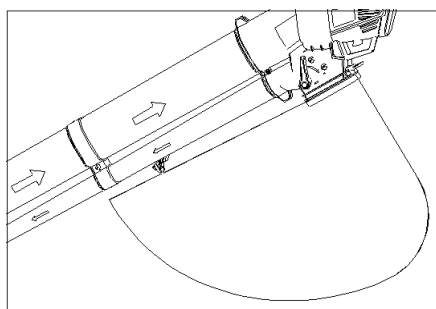
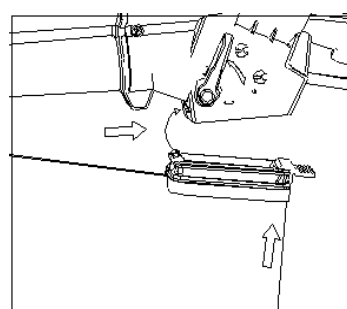

Fig. 7
Fig. 8
3. Mise en place du sac de collecte des débris (Fig.7 et Fig. 8)
Maintenez le crochet du sac de collecte sur le tube (voir Fig. 7), puis positionnez le support du sac de collecte des débris pour insérer le tube courbe (voir Fig. 8)
Sélectionnez la fonction souffleur avec le levier sélecteur situé sur le côté de la machine (fig. 7), puis mettez-le en marche. Faites reposer l'appareil sur ses roulettes et déplacez-le vers l'avant en dirigeant l'extrémité de son tube vers les débris à enlever.
sélecteur situé sur le côté de la machine (Fig. 7), puis mettez-la en marche. Faites reposer l'appareil sur ses roulettes et déplacez-le vers l'avant en dirigeant l'extrémité de son tube vers les débris à aspirer. Vous pouvez également maintenir l'extrémité du tube juste au-dessus du sol et la balancer d'un côté à l'autre tout en avançant et en la dirigeant vers les débris à aspirer. N'enfoncez pas l'extrémité du tube dans des débris, car cela risque de boucher le tube d'aspiration et de réduire l'efficacité de l'appareil.